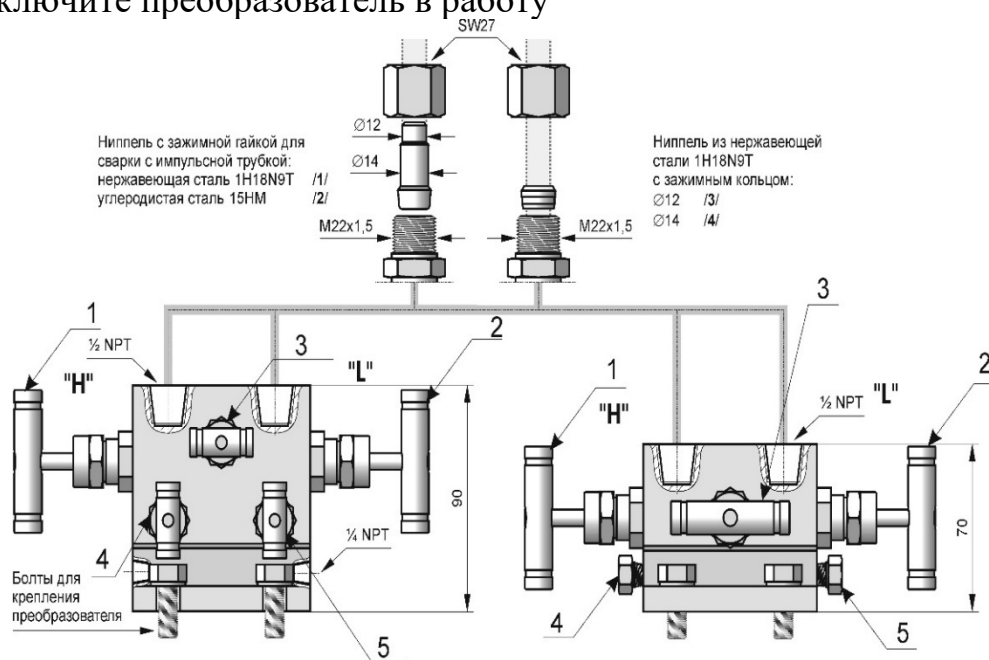

Рисунок 6 – Схема подключения вентиляей VM-3 и VM-5
2.2.11.1.1 Включение в работу преобразователей с вентилями VM-3 и/или VM-5 (рисунок 6) производится следующим образом: